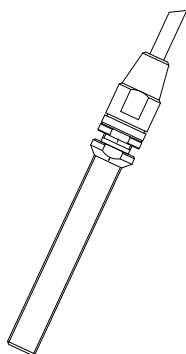

Рис.9
4.6.2. Зачалить нижний конец штага в разборной наконечник (см. рис.9).